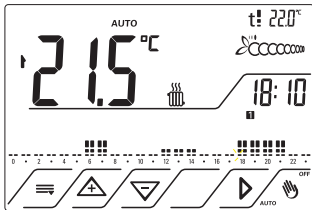
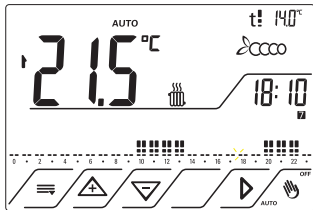

Fig.5
Fig.6
- Programma di Riscaldamento per i giorni da Lunedì a Venerdì fig.5, per il Sabato e Domenica fig.6. I livelli di temperatura impostati sono: